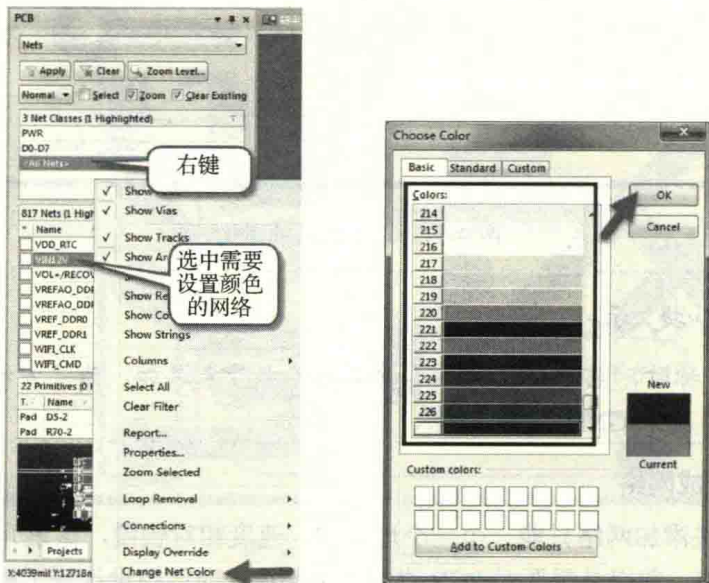

图 9-81 网络颜色的设置
(1) 在 PCB 设计交互界面的右下角执行命令“PCB-PCB-Nets”，进入“Nets”编辑窗口，如图 9-81 中左图所示。
(2) 单击选择“All Nets”，在下面网络显示框中，选中需要设置颜色的网络，如“VIN12V”，单击鼠标右键，选择“Change Net Color”命令，在弹出的颜色选择框中选择自己喜欢的颜色进行设置即可，如图 9-81 所示。